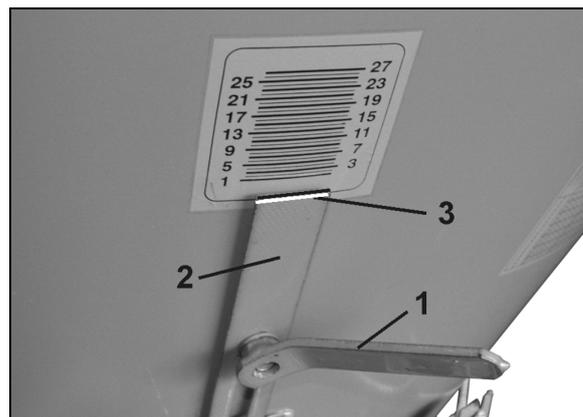

Fig. 23
1. desserrer le levier de réglage (Fig. 23/1)
2. régler la butée de trappe (Fig. 23/2) de façon à ce que l'arête de lecture (Fig. 23/3) soit sur la valeur souhaitée de l'échelle graduée.